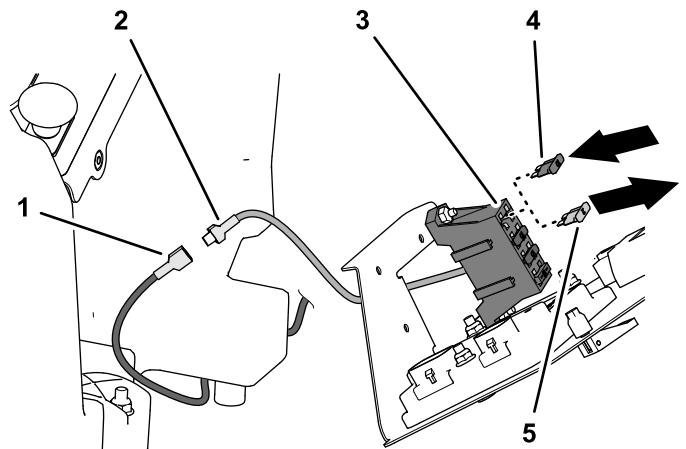

Figura 41
2. Enrute el cable de alimentación auxiliar (aislamiento verde) del arnés de cables (kit) hasta el compartimento de controles del operador (Figura 41).
3. En el bloque de fusibles (Figura 41), conecte los siguientes pares de cables:
4. Instale el fusible (10 A) en el zócalo del bloque de fusibles (Figura 41).